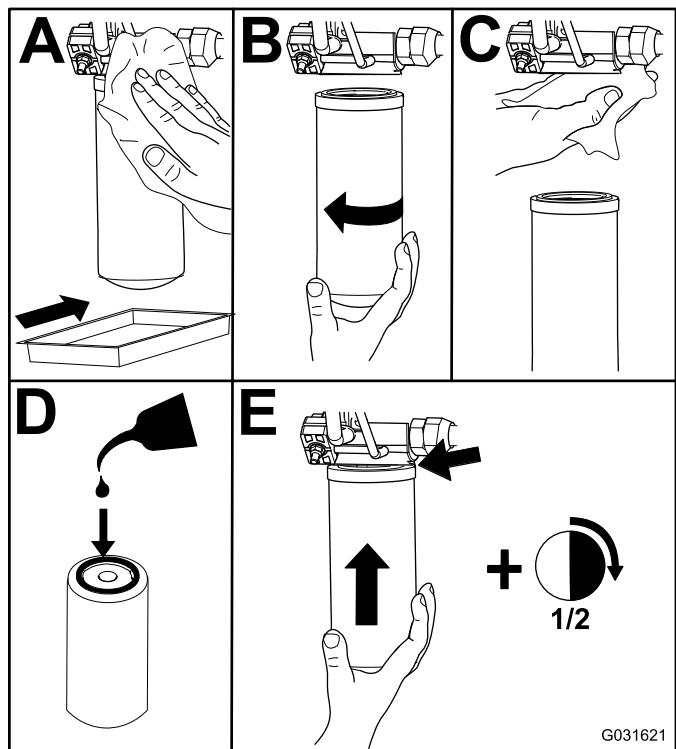

Figura 89
2. Substitua ambos os filtros hidráulicos (Figura 89).